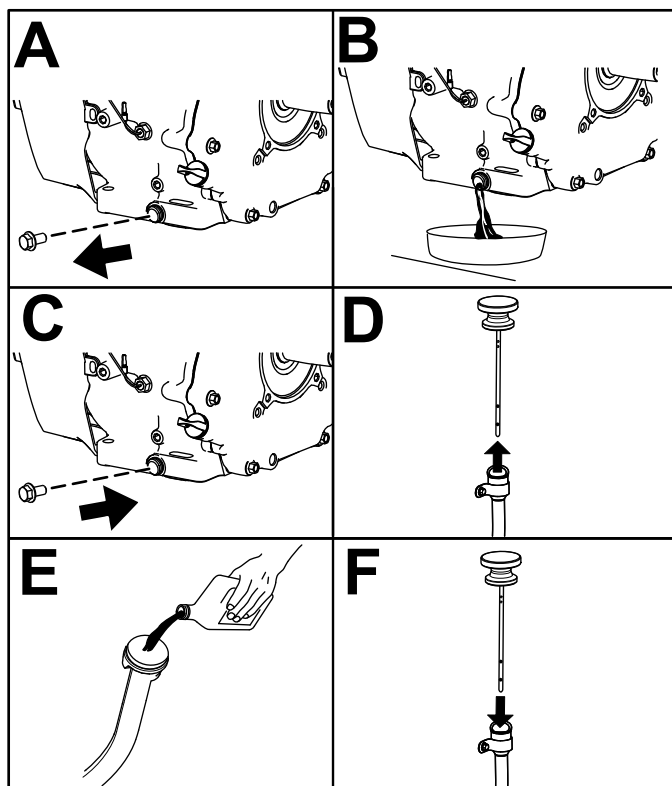

Figure 40
6. Vidangez l'huile moteur comme montré à la Figure 40.